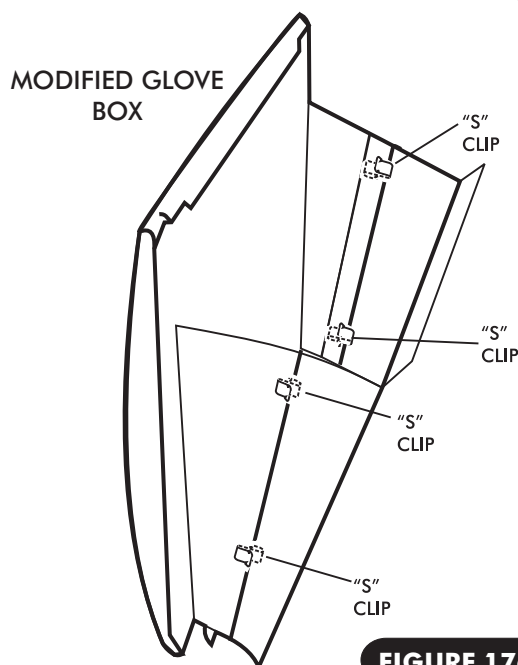

FIGURE 17a
- ☐ INSTALL THE NEW SUPPLIED GLOVE BOX BY PRESSING THE S-CLIPS ONTO THE OEM PORTION OF THE BOX AS SHOWN IN FIGURE 17a, BELOW.